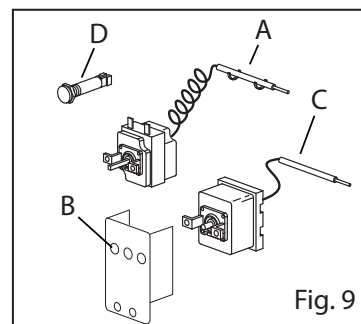

Fig. 9
- Retirer le bulbe du support (Fig. 9/A)
- Retirer le THERMOSTAT du support (Fig. 9/B)
- Retirer le bulbe du support (Fig. 9/C)
- Remettre la nouvelle ampoule (Fig. 9/D)